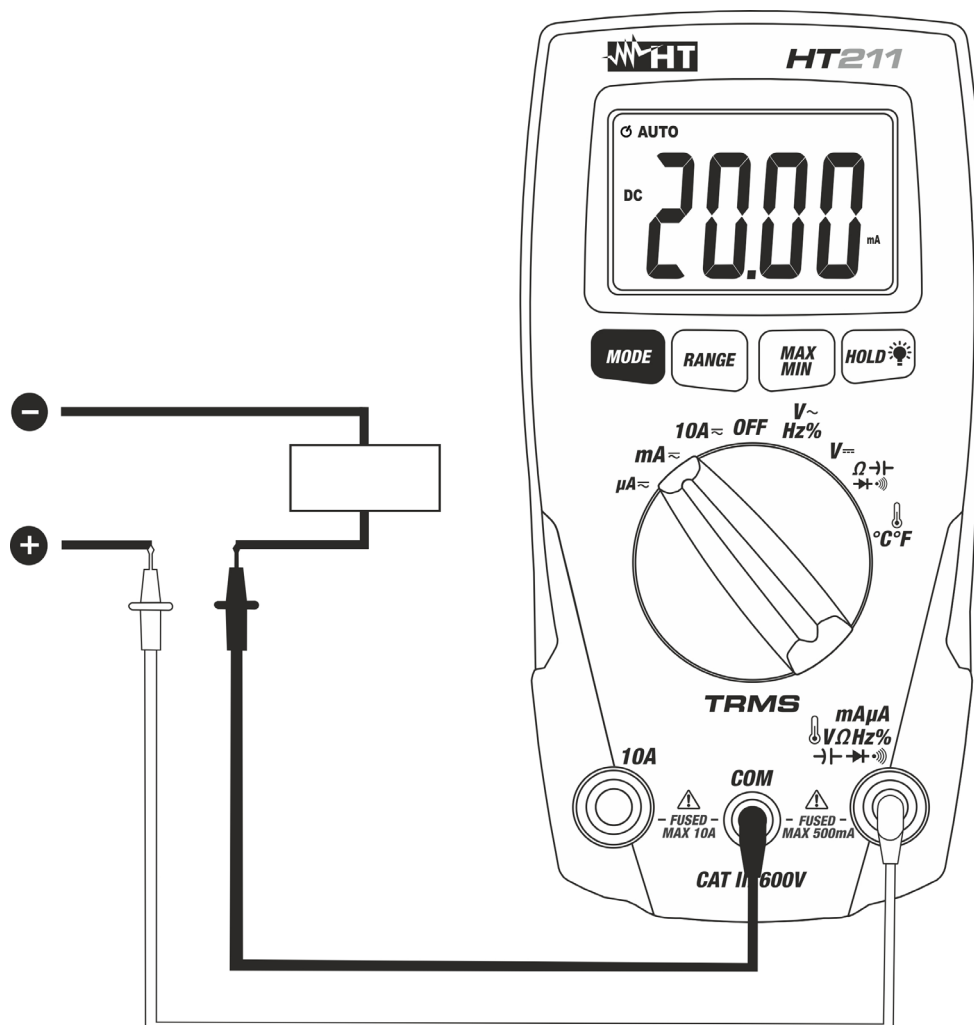

Fig. 9: Utilisation de l'instrument pour la mesure de courant CC
5. Connecter l'embout rouge et l'embout noir en série au circuit duquel on veut mesurer le courant en respectant la polarité et la direction du courant (voir Fig. 9).
8. L'affichage du symbole "-" sur l'écran de l'instrument indique que le courant a une direction opposée par rapport à la connexion de Fig. 9.